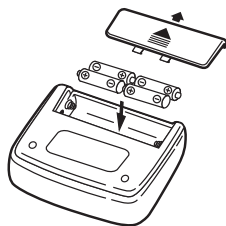

Рис.1
1. Откройте крышку отсека для элементов питания и вставьте 4 элемента типа AA как указано на схеме, расположенной внутри отсека. Убедитесь, что полярность соблюдена. Не прилагайте чрезмерных усилий при снятии крышки отсека для элементов питания (рис. 1).